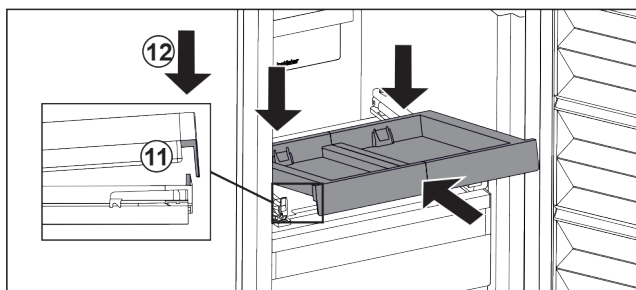

Fig. 104
- ▶ Zasuňte ju šikmo. Dbajte na to, aby sa na oboch stranách doraz nachádzal za sponou. Fig. 104 (11)
- ▶ Zložte vyťahovaciu poličku vpredu. Fig. 104 (12)